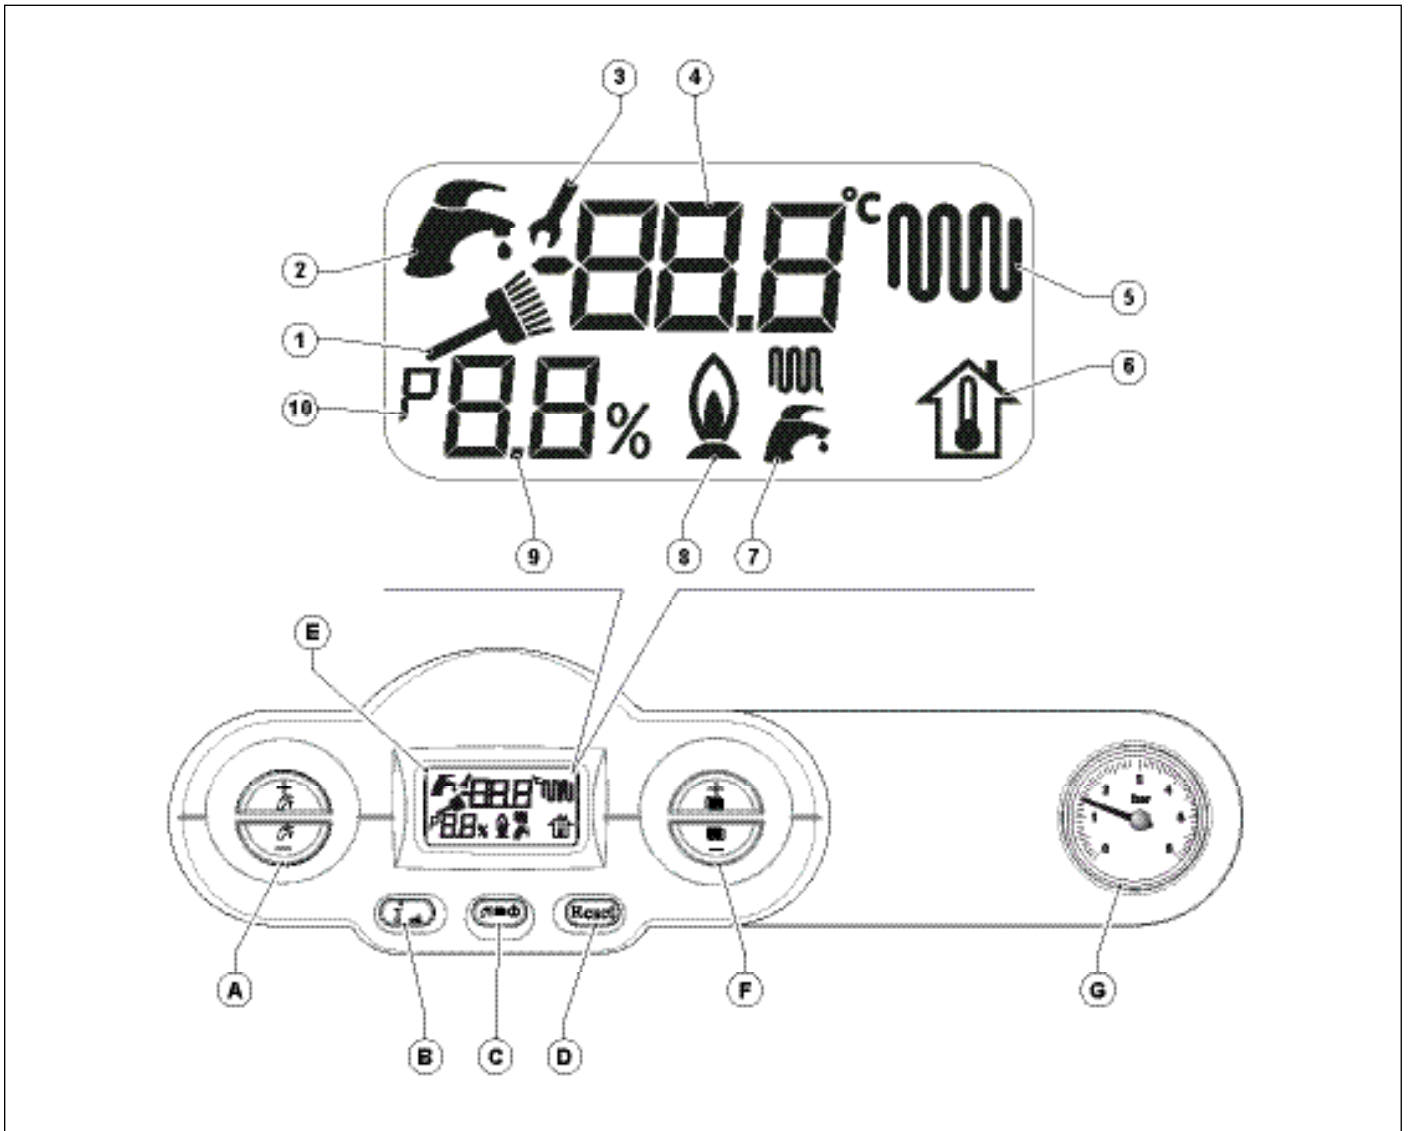

Fig. 21 Panel de regulación
- Seleccionar el sistema de funcionamiento de la caldera: OFF/VERANO/ INVIERNO/SÓLO CALEFACCIÓN (ver tecla (C) en la Fig. 21 Panel de regulación en la página 8).